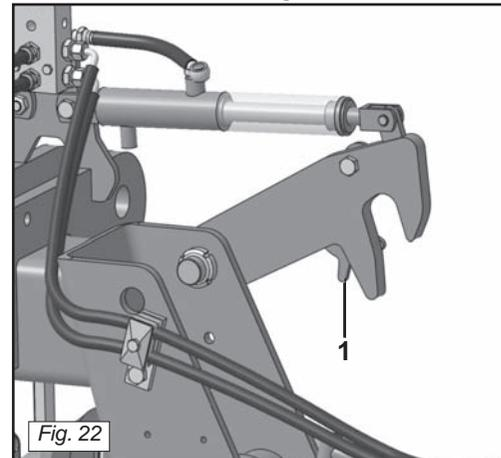

Fig. 22
- Scendere dal trattore, ruotare gli agganci di blocco fino al completo disimpegno con i perni (1 Fig. 22).
- *Get off the tractor and turn the locking clips until they have completely detached from the pins (1 Fig. 22).*
- Descendre du tracteur, tourner les crochets de blocage jusqu'à dégager les broches (1 Fig. 22).
- *Aus dem Traktor aussteigen und die Sperrhaken drehen, bis die Bolzen (1 Abb. 22) ganz freigegeben werden.*
- Descender del tractor, girar los enganches de bloqueo hasta que se liberen completamente de los pernos (1 Fig. 22).